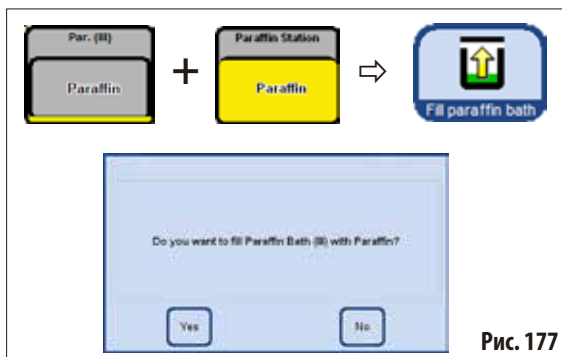

Рис. 177
- Подтвердите запрос (рис. 177) нажатием кнопки **YES**.